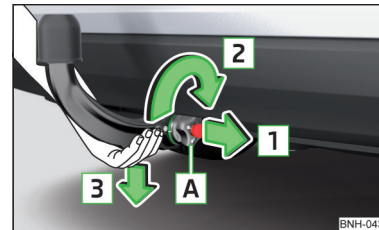

Abb. 144
- › Die Kugelstange **von unten** fassen » Abb. 144.